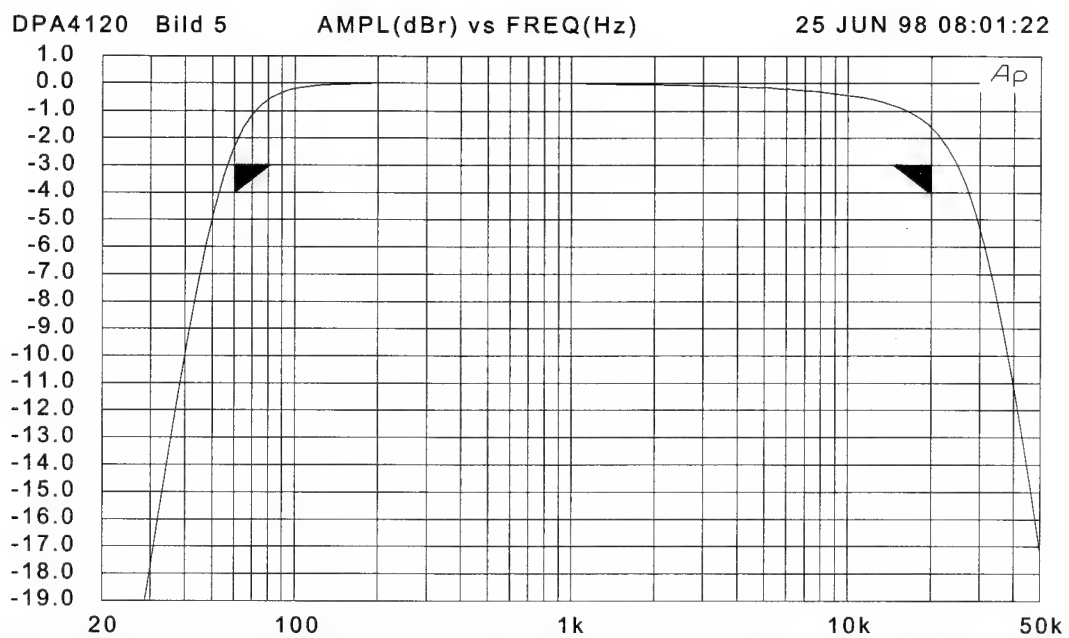

Bild 5 Verstärkungs-Frequenzgang des 100V Leistungsausgangs
- [20] Messung über Bandpass-Filter 22.4 Hz .. 22.4 kHz mit UPM 550 in Mode PEAK, Bewertungsfilter auf UNW geschaltet (nach IEC 268-1, Bild 5),